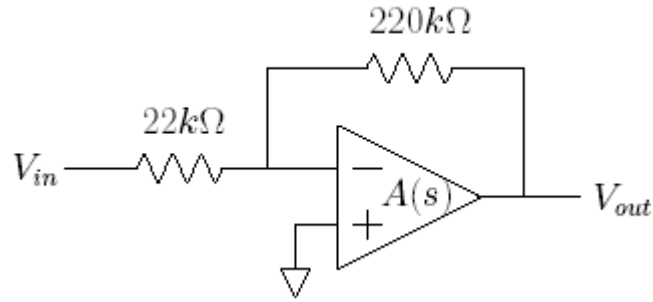

Figura 8. Amplificador operacional sin compensar.
4. En la Figura 8 se muestra el sistema sin compensar.